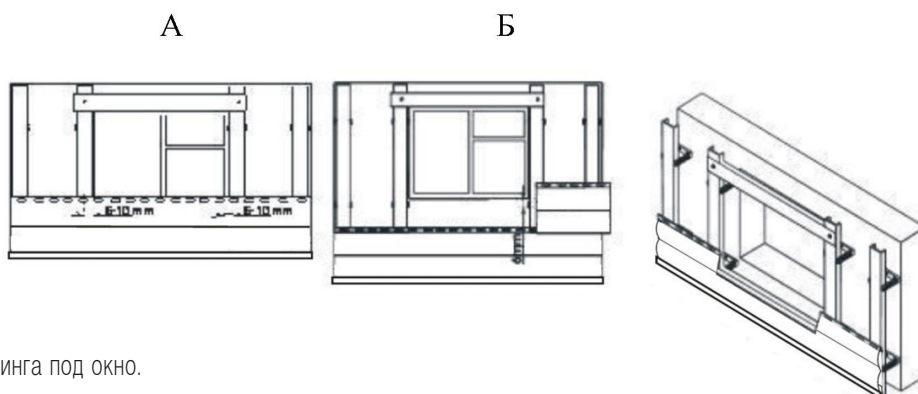

Рисунок 7. Подгонка сайдинга под окно.
- Сначала примерьте панель, чтобы края выступали с обеих сторон оконного проема. Затем отметьте на ней ширину окна, добавив 6-10 мм. Полученные отметки покажут места вертикальных разрезов. (рис. 7 а)
- Сделайте образец горизонтального отреза. Для этого укрепите небольшой кусок сайдинга возле окна и сделайте в нем отметки на 6 мм. Ниже подоконника (рис. 7 б) с обеих сторон проема окна, поскольку нет уверенности, что уровень окна идеален.